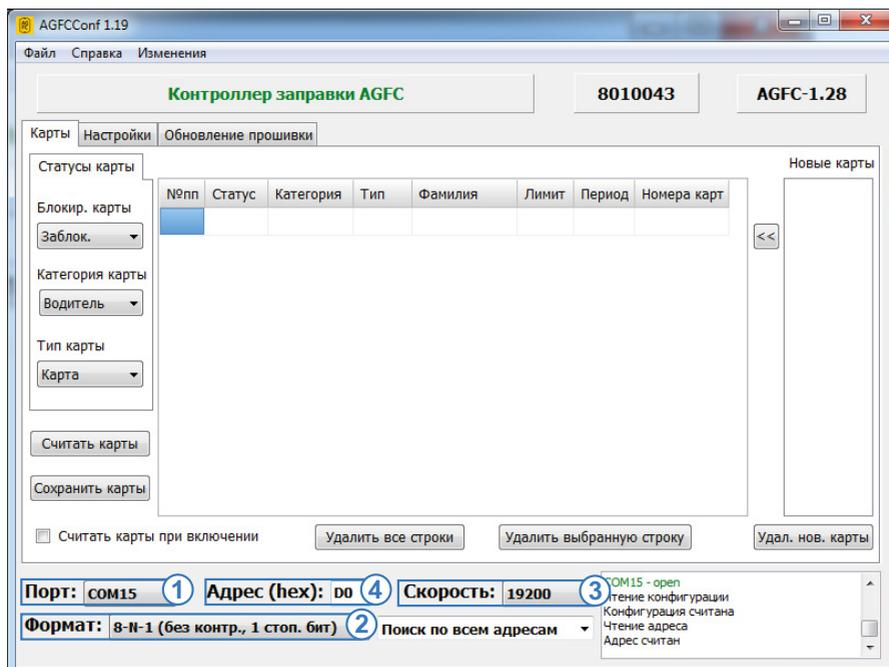

Рис.7. Считывание списка карт из устройства.
- в программе «AGFCConf» выбрать COM-порт к которому подключается устройство «TKLS-Prog» (Рис.7, п.1). Посмотреть порт устройства можно в Диспетчере устройств системы, подключив предварительно программатор;
- настроить формат передачи, заданный в ТРК (Рис.7, п.2). По умолчанию – 8-N-1;
- выбрать скорость передачи, заданный в ТРК (Рис.7, п.3). По умолчанию – 19200;
- в поле «Адрес (hex)» указать адрес ТРК «AGFC», к которому необходимо подключиться (Рис.7, п.4);